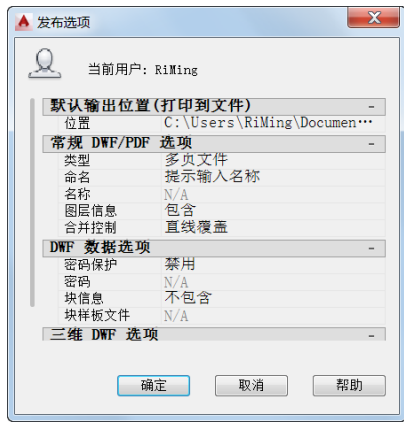

图 11-35 “发布选项”对话框
(4) 图纸按钮列表：图纸按钮列表提供了以下 5 个图纸按钮。
(5) 要发布的图纸：包含要发布的图纸的列表。在该区域中单击选定图纸的页面设置列可更改该图纸的设置，“状态”列用于将图纸加载图纸列表时显示图纸状态。使用快捷菜单可以添加图纸或对列表进行其他更改。
(6) “发布选项信息”选项组：在该选项组中显示了发布选项信息，如果单击“发布选项”按钮，则弹出图 11-35 所示的“发布选项”对话框，从中可以指定用于发布的选项，包括默认输出位置（打印到文件）、常规 DWF/PDF 选项（类型、命名、名称、名称、图层信息、合并控制）和 DWF 数据选项。